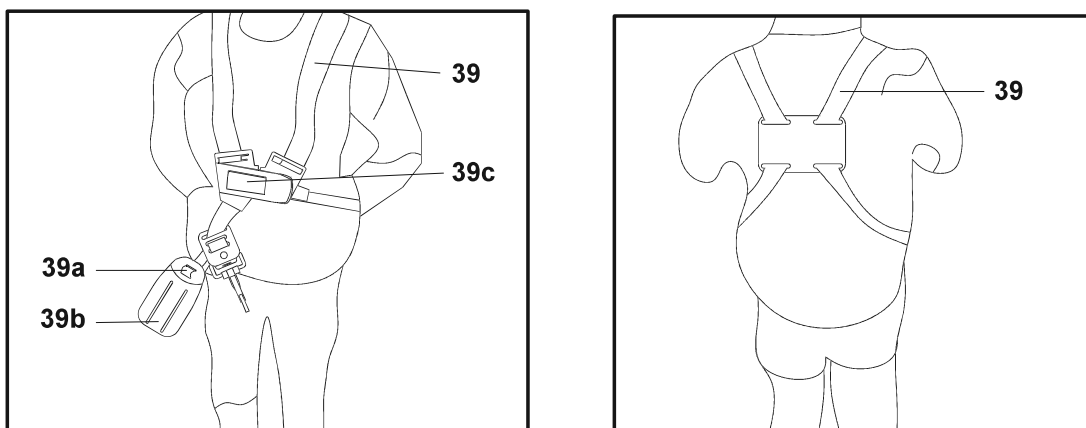

Fig. 24
1. Ajuste a posição do gancho para pendurar (9), se necessário. Certifique-se de que está devidamente fixo no cabo superior da unidade do motor antes de utilizar.
2. Coloque o arnês (39) de modo que
- as cintas fiquem tensionadas de forma que a carga fique distribuída uniformemente sobre os ombros (Fig. 24).